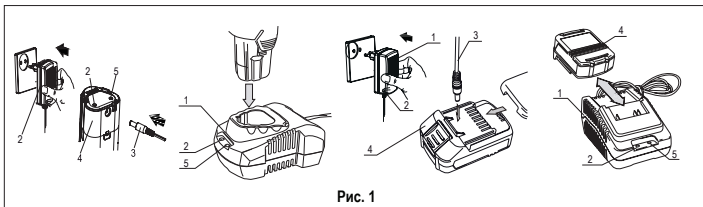

Рис. 1
3. Внешний вид изделия (Рис. 1)